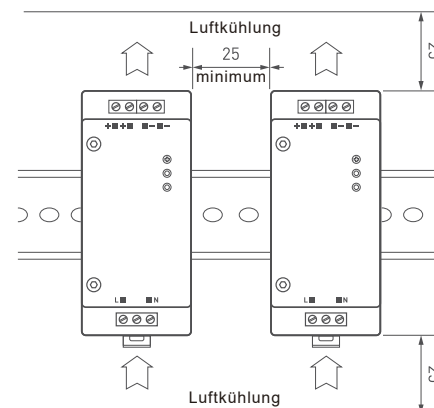

FIG. 2. Empfohlener Standort der Stromquelle und Luftzirkulation
- 4.2. Um die Betriebstemperatur zu halten, sorgen Sie für mindestens 20 cm Freiraum um das Netzteil herum (siehe Abbildung). Fig2 erforderlich, Zwangsbelüftung verwenden.